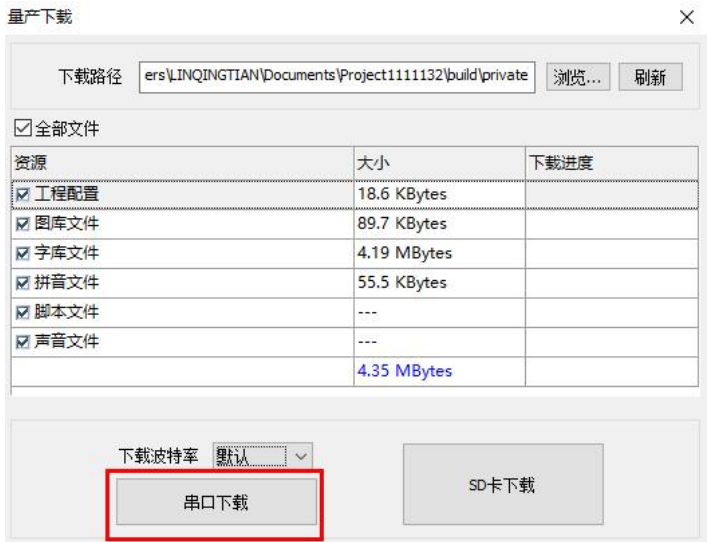

图 2-5 串口下载
2. 点击 TETRAH HMI 软件菜单栏中【量产下载】按钮，弹出【量产下载】窗口，点击串口下载，等待下载完成，如图 2-5 所示；